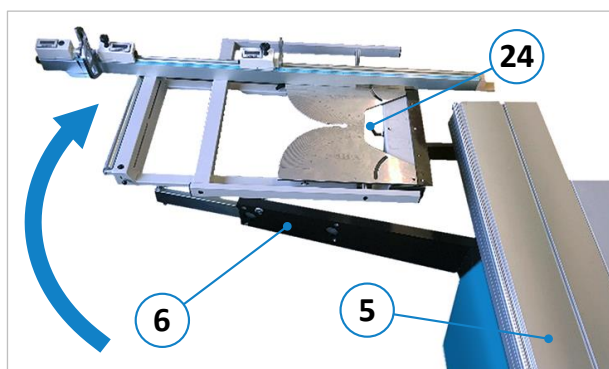
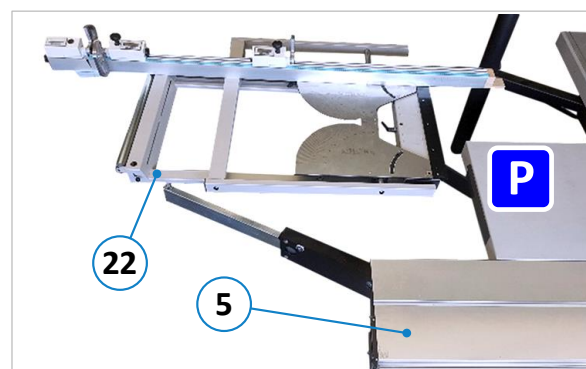

Abbildung 93: Querschlitten wegschwenken
Abbildung 94: Endgültige Parkposition
- Querschlitten Klemmhebel (24) lösen und den Querschlitten (22) nach vorne weg ziehen → Der Querschlitten wird jetzt nur noch vom Wegschwenkarm (W) und dem Teleskop-Schwenkarm (6) getragen.
- Den Querschlitten (22) um 90° nach rechts drehen und nun nach hinten wegschwenken, um ihn so in seine endgültige Parkposition hinter dem Rollwagen zu bringen (siehe ⇒ Abbildung 93 und ⇒ Abbildung 94).